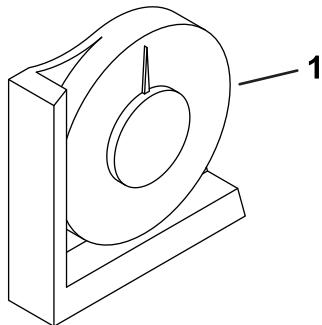

図 3
2. 機体のクロスピーム燃料タンク脇に携帯式の斜面計付属品を置いて、機体が水平になっていることを確認する図3。